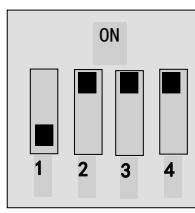
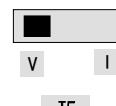

图 4-5
图 4-6
- (6) 对于 E800 系列 37kW 及以上功率变频器控制端子排附近有一个四位红色拨码开关 SW1, 如图 4-5 所示。拨码开关选择模拟量输入端子 AI1、AI2 输入范围 (0~5V/0~10V/0~20mA)；通过 F203 选择输入通道，通过 F438、F439 设置输入信号类型为电压信号还是电流信号。出厂时拨码开关的位置如图 4-5, 即 AI1 为 0~10V 输入, AI2 为 0~20mA 输入；其它拨码开关的位置与调速方式详见下表 4-3。
- (7) 闭合 DI3 开关, 电机开始正向运转；
- (8) 在运行中, 可调节设定电位器, 修改变频器当前设定频率；
- (9) 在运行中, 断开 DI3 开关, 再闭合 DI4 开关, 电机运行方向改变；
- (10) 断开 DI3 开关和 DI4 开关, 电机减速, 直到停止运行；
- (11) 断开空气开关, 变频器断电。
- (12) E800 有两路模拟量输出端子 A01、A02, A02 端子只可以输出电流信号；A01 端子既可以输出电压信号也可以输出电流信号, 电压电流输出选择开关是 J5, 见图 4-6, A01 输出关系如表 4-4.